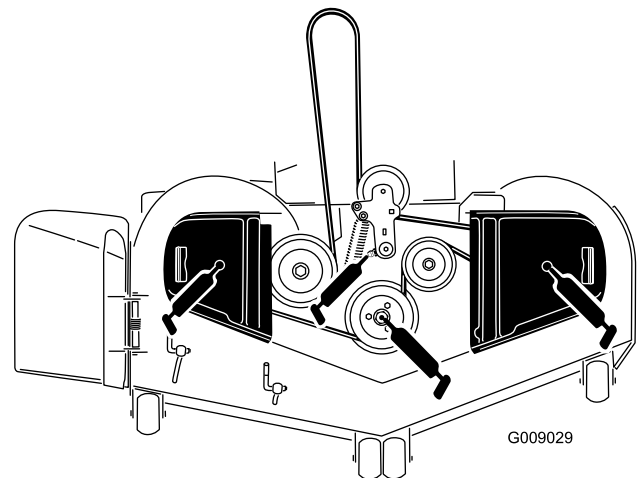

Figure 46
5. Graissez le pivot de la poulie de tension du plateau de coupe jusqu'à ce que la graisse ressorte par le bas (Figure 46).
6. Graissez les roulements des 3 axes jusqu'à ce que la graisse ressorte par les joints inférieurs (Figure 46).
7. Graissez le bras de la poulie de tension de la courroie d'entraînement (Figure 46).